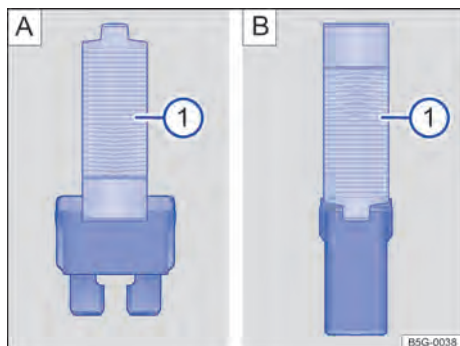

Fig. 178 Retirar ou colocar o fusível com a pinça de plástico: [A]: fusível plano, [B]: fusível de bloqueio.
- Se necessário, retirar a pinça de plástico → Fig. 178  da cobertura da caixa de fusíveis.
- De acordo com a versão do fusível, colocar as garras adequadas do alicate plástico → Fig. 178 [A]  ou → Fig. 178 [B]  lateralmente no fusível.